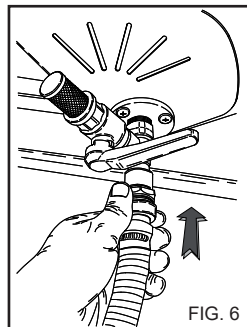

FIG. 6
Ligue o tubo de aspiração do produto inerte à união situada na base da tremonha (Fig. 6).
7) Regule o fluxo de produto inerte com a torneira situada na base da tremonha em função do tipo de limpeza a efectuar (Fig. 6).